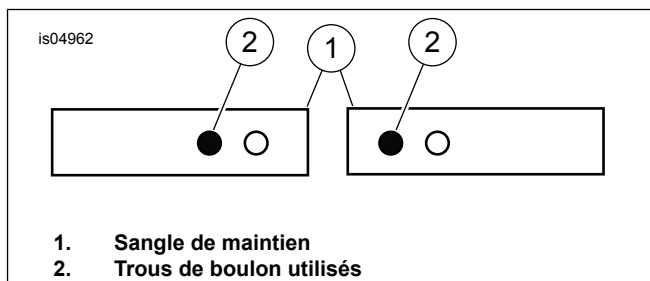

Figure 3. Configuration de la sangle de maintien
Voir Figure 3. Pour installer la sangle de maintien (1), s'assurer que la vis à capuchon traverse les trous (2) de sangle de maintien comme indiqué.